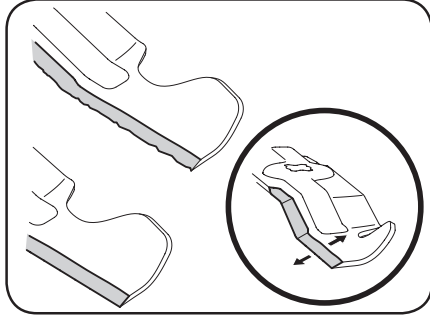

Figura 4-10
2. Quite los conductores positivos y negativos de la batería y tire hacia arriba la batería para retirarla. Vea la Figura 4-10.